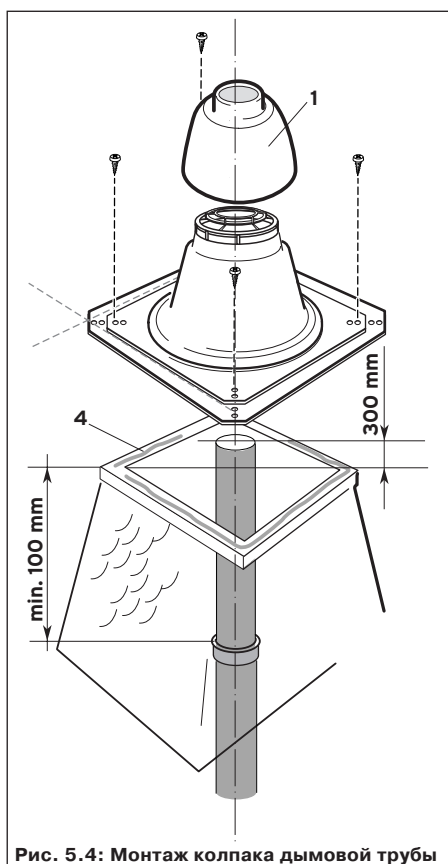

Рис. 5.4: Монтаж колпака дымовой трубы
☞ **Самая верхняя секция не должна иметь растреск.** Соблюдайте размеры, указанные на рис. 5.4.
Рис. 5.4а
- Контроль: Над верхней частью оголовка шахты (3) труба должна выступать на 60 мм (см. рис. 5.4а).